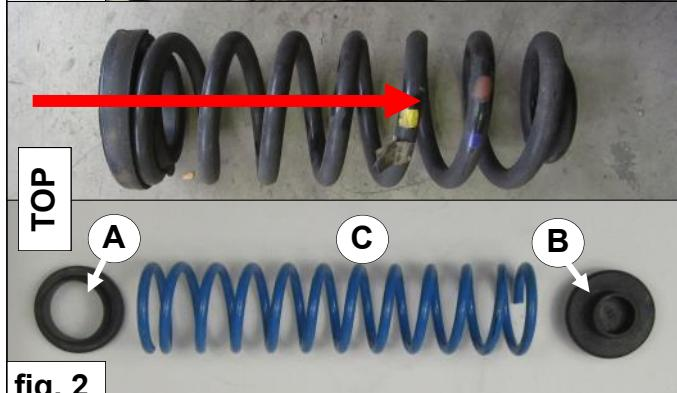

fig. 2
5. Placez la coupelle supérieure **A**, le ressort auxiliaire **C** et la coupelle inférieure **B** dans le ressort principal. *Voir fig. 2 & 3.*